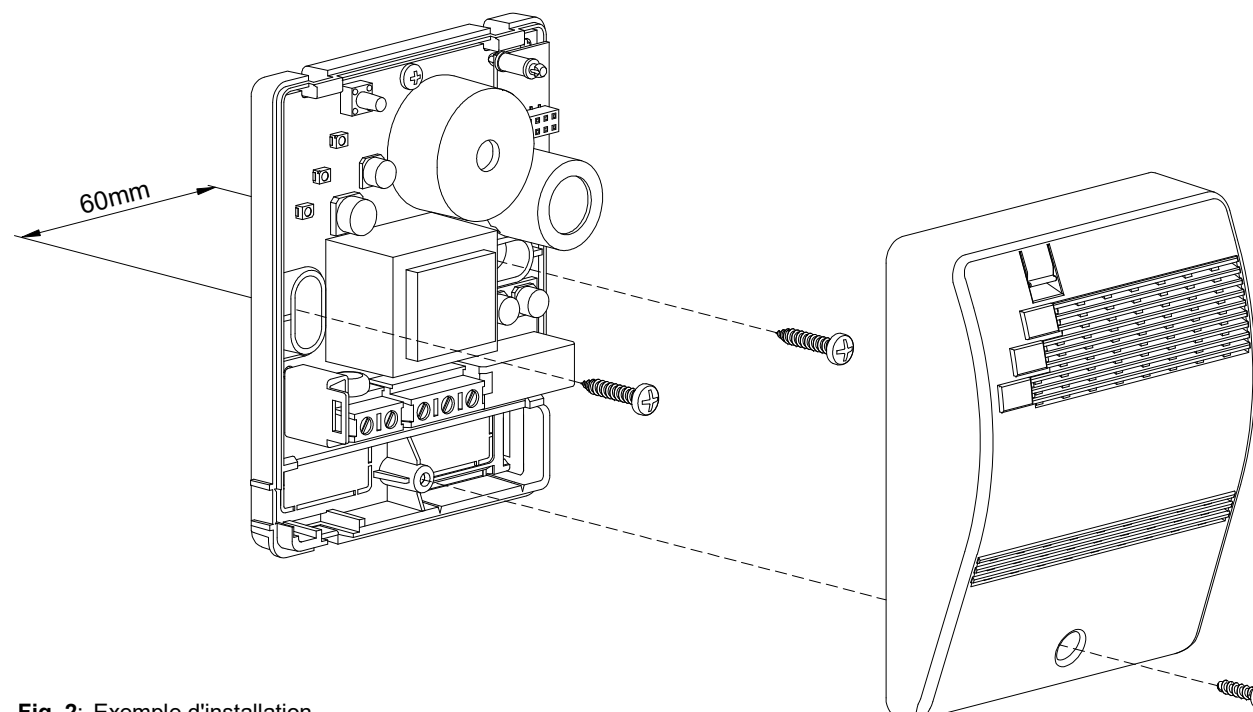

Fig. 2: Exemple d'installation.
3. Retirer le boîtier selon les indications de la Fig. 2.